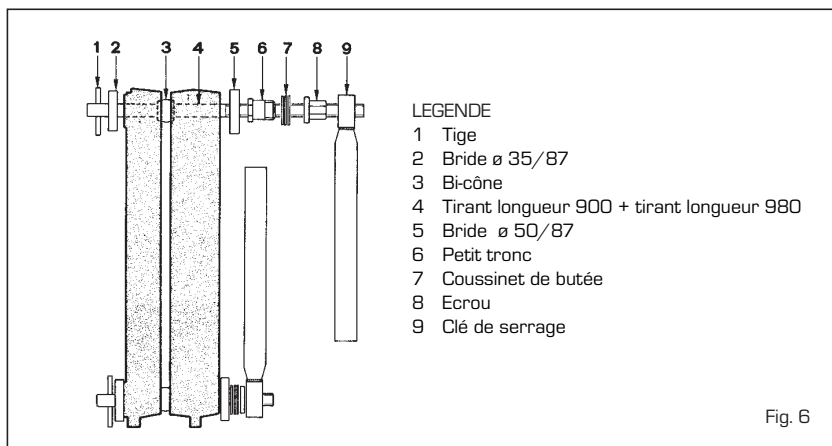

Fig. 6
- Assembler les éléments par le biais du couple de tirants d'assemblage prévus à cet effet, avec les accessoires correspondants - code 6050900 [figure 6], en exerçant une pression simultanément sur le moyeu supérieur et sur le moyeu inférieur. Au cas où, au cours de l'opération, l'avancement entre les éléments ne serait pas uniforme et parallèle, il faut introduire un scalpel dans la partie la plus resserrée et, en forçant, rétablir le parallélisme entre les deux pièces devant être unies. L'union des éléments doit être considérée comme étant réalisée au moment où les bords extérieurs des éléments entrent en contact.